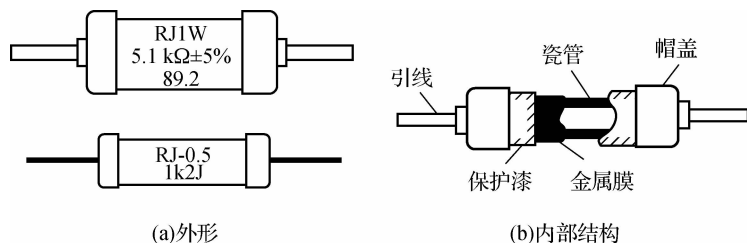

图 1-10 金属膜电阻器的外形和内部结构
(4)金属膜电阻器。与碳膜电阻器相比,金属膜电阻器只是用合金粉替代了结晶炭,除具有碳膜电阻器的特性外,金属膜电阻器的主要特点是耐热性能好,其额定工作温度为 70℃,最高可达 155℃。与碳膜电阻器相比,金属膜电阻器的体积小、噪声低、稳定性好。它的工作频率也较宽,但成本稍高。通过调节合金粉成分和更换成膜工艺等方法,还可以制成精密、高阻、高频、高压、高温等各种类型的金属膜电阻器。金属膜电阻器适用于要求较高的通信设备、电子仪器等电路中,在家用电器上也得到了较多的应用。金属膜电阻器涂层多为红色。常用的金属膜电阻器的外形和内部结构如图 1-10 所示。